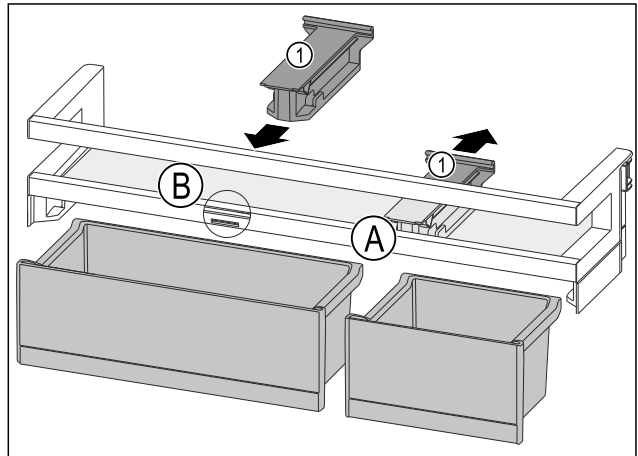

Fig. 88
- ▶ Haltebolzen Fig. 88 (1) in Position Fig. 88 (A) nach hinten abziehen.
- ▶ Haltebolzen Fig. 88 (1) in Position Fig. 88 (B) einsetzen.